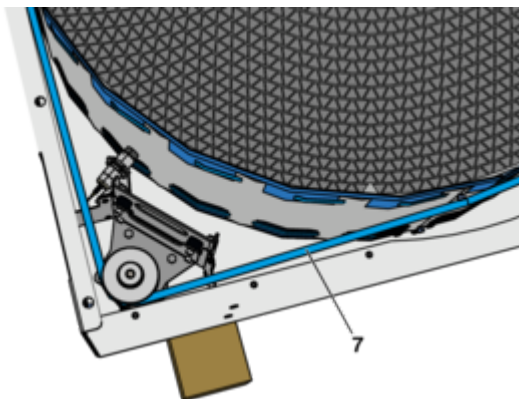

Abb. 63: RWT mit Rundriemen
- 7** ▶ Zum Austausch den vorhandenen Riemen (Abb. 63 /7) abschneiden
- Riemen (Abb. 63 /7) und ruhiger Lauf der Speichermasse.